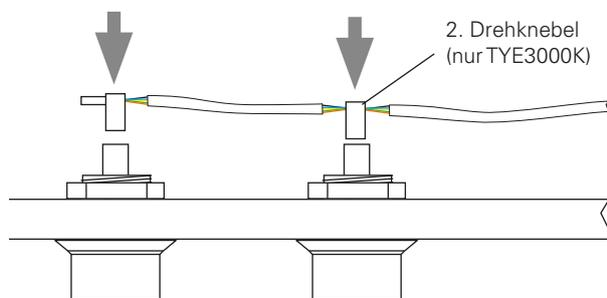

Abb. C-10 Verbinden der Drehknebel mit der Datenleitung
- ▶ Stecken Sie das Ende der Drehknebel Datenleitung in die freie Buchse des ersten Drehknebels (siehe Abbildung C-10).